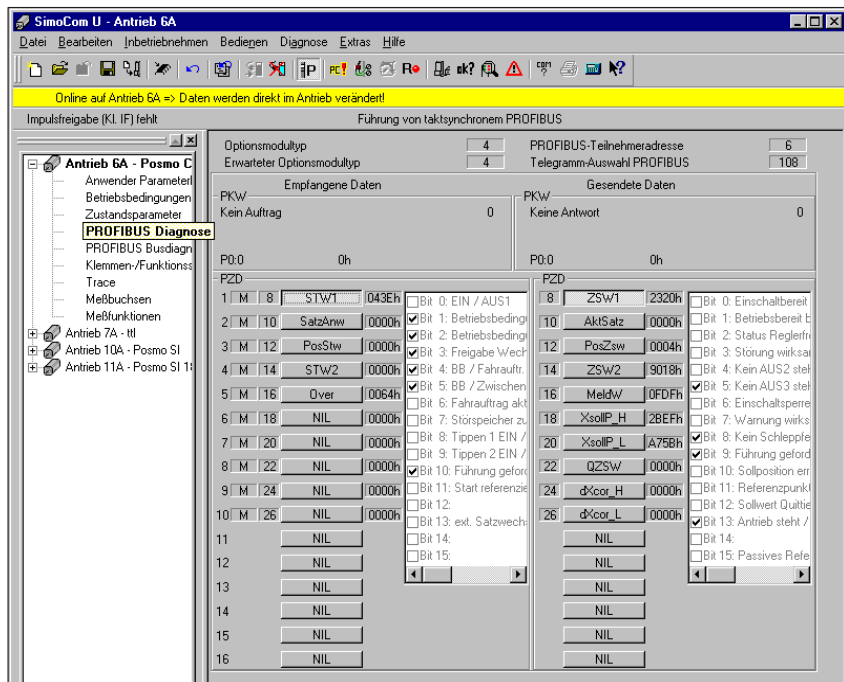

Bild 5-38 Parametrierung Leitantrieb
Z. B. Istwert (gesendete Daten) bei PZD 18 (XsollP\_H) im Leitantrieb (Bild 5-38) muß mit Sollwert (empfangene Daten) bei PZD 18 (Xext\_H) im Folgeantrieb (Bild 5-39) übereinstimmen.